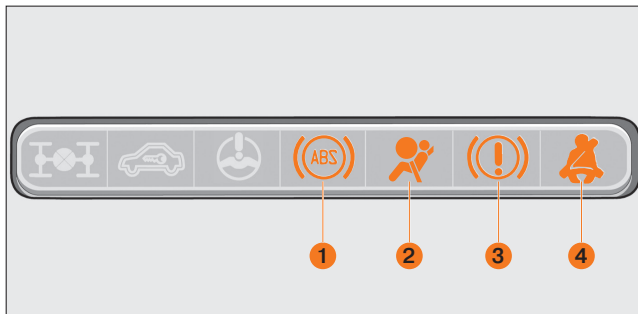

Рис. 43. Блок контрольных ламп
#### **БЛОК КОНТРОЛЬНЫХ ЛАМП (рис. 43)**
**(ABS) Контрольная лампа антиблокировочной системы тормозов (АБС) 1 (рис. 43).**
**Контрольная лампа системы пассивной безопасности 2** (рис. 43). После включения зажигания лампа должна загореться жёлтым светом на шесть секунд и погаснуть. При выключении зажигания и включении его до истечения 15 секунд сигнализация не включается.
**Контрольная лампа электронного распределения тормозных сил 3** (рис. 43).
**Контрольная лампа непристёгнутого ремня 4** (рис. 43). При включении зажигания — включается сигнальный индикатор, напоминая о необходимости застегнуть ремень безопасности. Индикатор будет гореть до тех пор, пока ремень безопасности не будет пристегнут. Если водитель начнёт движение с непристёгнутым ремнём безопасности, то в дополнение к световому индикатору включится звуковая сигнализация. Световая и звуковая сигнализация будут работать до срабатывания замка ремня безопасности.